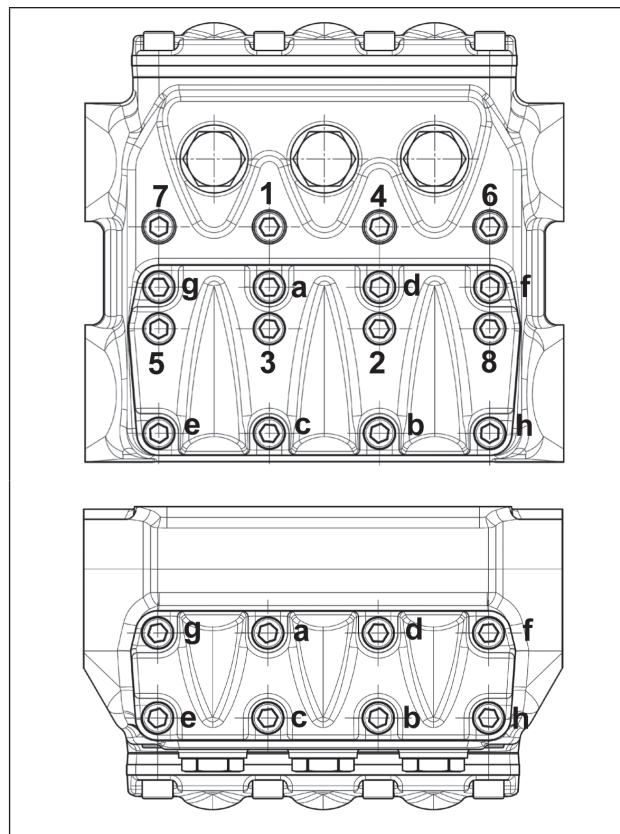

Fig. 47
* Les vis de fixation du chapeau de la bielle doivent être serrées simultanément en respectant les phases indiquées page 38. ** Les vis de culasse doivent être serrées à l'aide d'une clé dynamométrique, en lubrifiant la tige filetée. *** Les vis de fixation des couvercles des soupapes doivent être serrées avec une clé dynamométrique, en lubrifiant la tige filetée et en respectant l'ordre indiqué sur le schéma Fig. 47.